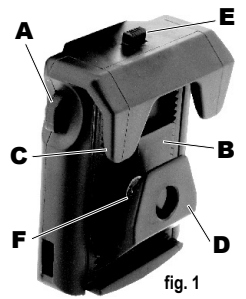

fig. 1
- La funda en el cinturón está muy desatada, o al contrario, es imposible fijarla – Incorrecto ajuste del ancho del cinturón en el clip, hay que ajustar el clip según la anchura del cinturón (véase art. 2 y fig. 1, 2).